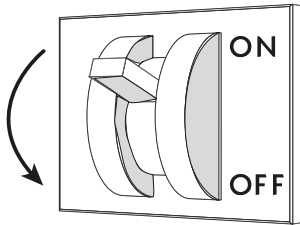

Fig. 41
- Retirar a tensão elétrica ao balcão através do interruptor seccionador geral colocado na parede ("Fig. 41").